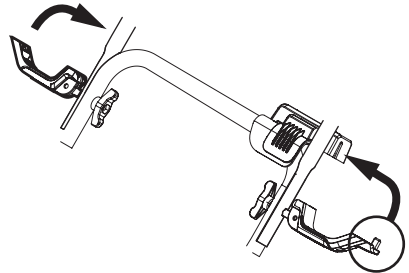

Figura 5
6. Dé vuelta las dos palancas del asa (que se destrabaron en el PASO 4) hacia arriba hasta la posición en que se bloquean con el fin de sujetar el asa superior en la posición de funcionamiento (Figura 5).